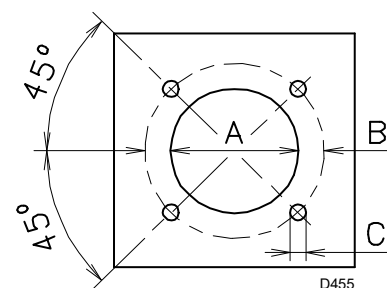

Fig. 11
Forare la piastra di chiusura della camera di combustione come in Fig. 11.
- Infilare tutto il bruciatore sul foro caldaia, precedentemente predisposto, come in Fig. 11 a pag. 15, e fissare con le viti date a corredo.